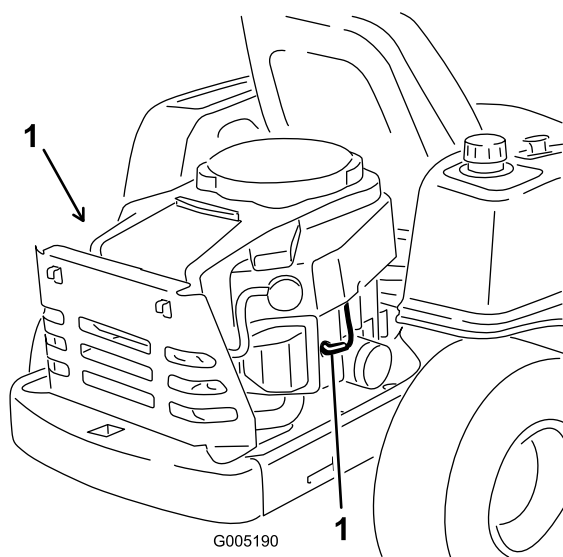

Figure 35
2. Avant de retirer la(les) bougie(s), nettoyez la surface autour de la base de la bougie pour empêcher la poussière et les débris de pénétrer dans le moteur. Débranchez les bougies (Figure 35).
3. Reconnectez le fil à la bougie (Figure 35).